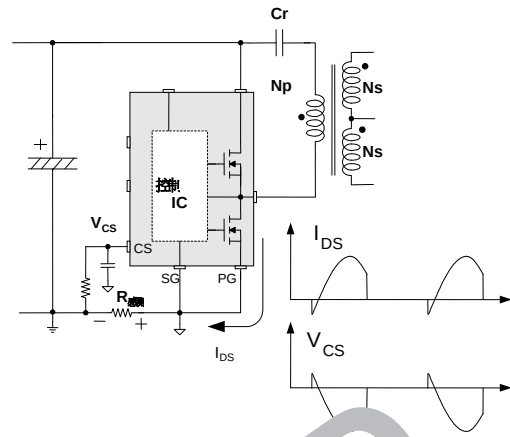
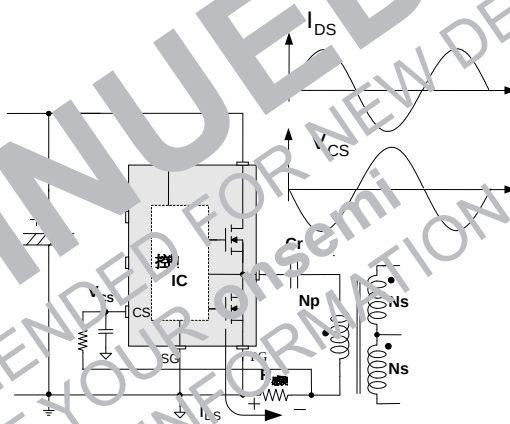

图 27. 半波检测
图 28. 全波检测
8.1 电阻感测方法：IC 可感测漏电流为负压，如图 27 和图 28 所示。半波感测允许感测电阻中较低的功耗，而全波感测在感测信号中具有较少的开关噪声。对于滤波器的时间常量范围，3/100~1/10 的工作频率是合理的。